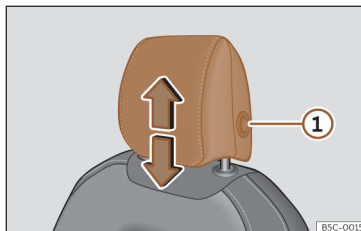
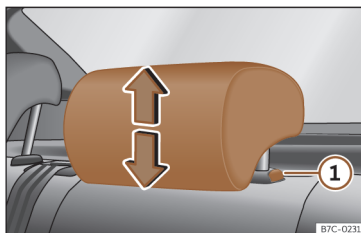

Fig. 108 Asiento delantero: regulación del apoyacabezas.
Fig. 109 Apoyacabezas trasero: regulación del apoyacabezas.
haga la misma acción, pulsando el botón lateral ① >>> **fig. 108** >>> **fig. 109**.